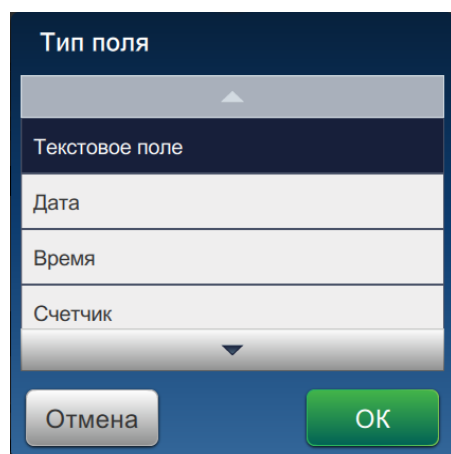

Рис. 5-4. Параметры добавления поля
7. Нажмите кнопку  и выберите необходимые опции для добавления полей, как показано на Рис. 5-4
1. Коснитесь  раскрывающегося списка и выберите *Текст*, как показано на Рис. 5-4 на стр. 5-4.